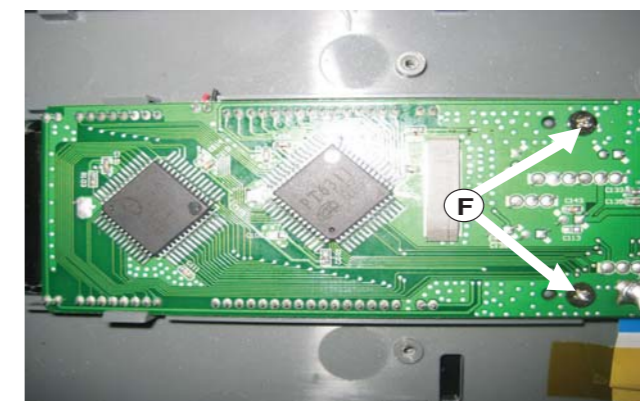

Figura 6
1) Solte os 2 parafusos "F" (S2 x 2) para liberar o Painel Display como mostra a figura 6.